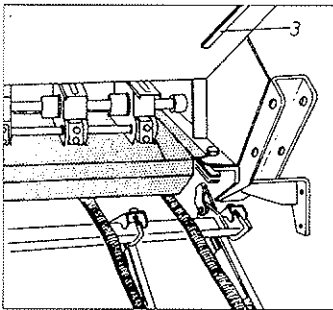

Fig.1
**SEGUNDO:** Se retira la bandeja de su asiento de transporte (3), y se desliza horizontalmente debajo de los dosificadores.
**PRIMERO:** Deslizar la barra portaboquillas hacia delante, soltando los gatillos que la mantienen en su posición de trabajo, hasta la posición para colocar la bandeja (fig. 1).
La profundidad general de todos los brazos se regula mediante el husillo central. Anteriormente ya se ha indicado como se regulan los brazos individualmente. (1. fig. 1)
La máquina, sembrando, se debe dejar con la tolva plana, haciendo coincidir la flecha oscilante con su muesca, acortando o alargando el tercer punto del elevador hidráulico del tractor (2. fig. 1).